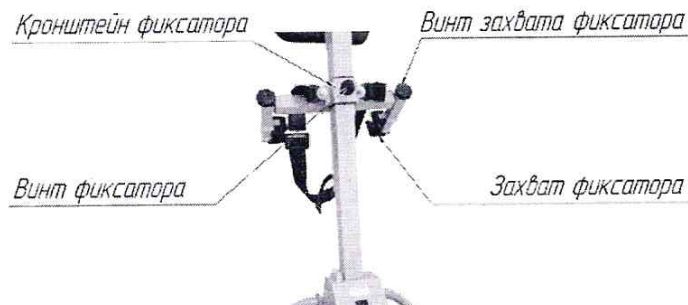

Рис.11. Рулевая колонка с фиксатором кресла-коляски
- развести захваты фиксатора влево и вправо до упора, открутив предварительно винт захвата (Рис.11);